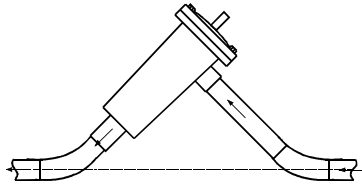

Fig. 2
- Корпус фильтра должен быть установлен как показано на рис.2, 3, 4 чтобы обеспечить возврат масла в компрессор и для удобства замены сердечников.